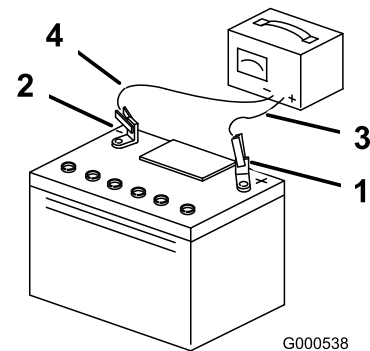

Figure 50
5. Quand la batterie est chargée au maximum, débranchez le chargeur de la prise, puis débranchez les fils du chargeur des bornes de la batterie (Figure 50).